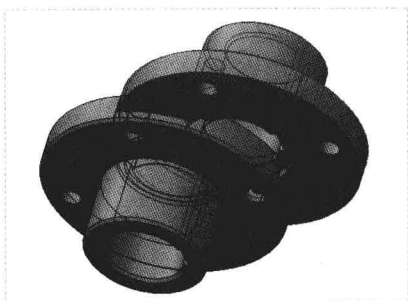

图 11-111 加亮显示
Step 05 此时,可以看出在零件“左套.PRT”和“油套.PRT”之间有干涉,在绘图区加亮显示,如图 11-111 所示,单击“接受并完成当前分析”按钮,即可干涉分析装配图。